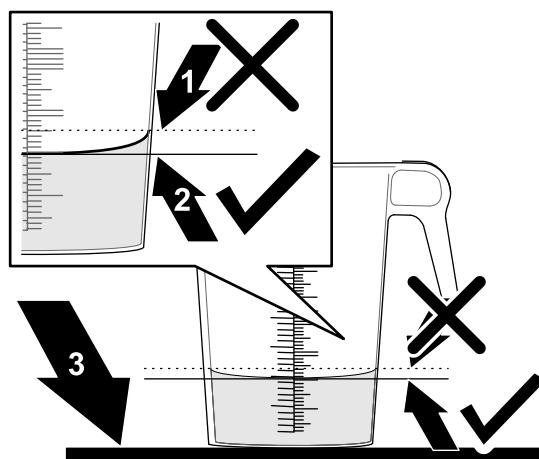

Figure 42
6. Placez le récipient gradué sur une surface plane et horizontale, et notez le volume de liquide (Figure 42).